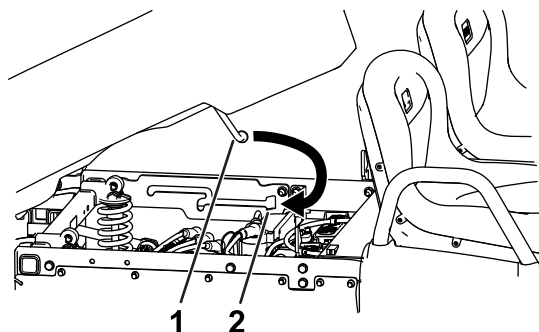

Figura 5
bastidor o el soporte de la varilla de sujeción (Figura 5).
5. Gire la varilla de sujeción hacia adelante, e inserte el extremo corto de la varilla a través del orificio en forma de bocallave (Figura 5).